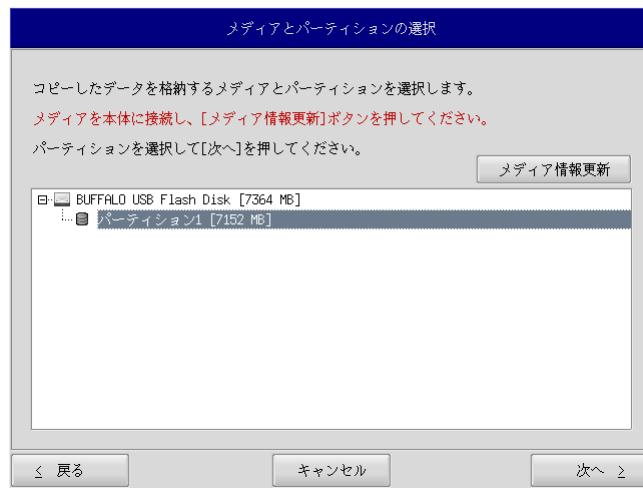

図 5-3-2. メディアとパーティション選択画面
- ④ メディアとパーティション選択画面（図 5-3-2）が表示されます。本体にバックアップ USB を接続し、[メディア情報更新]ボタンを押してください。バックアップファイルを保存するバックアップ USB のパーティションを選択し、[次へ]ボタンを押します。